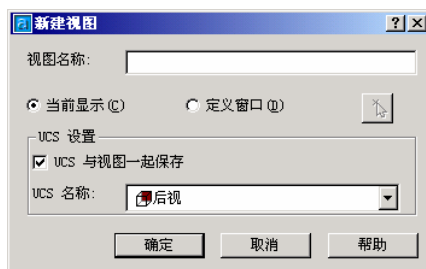

图 1-34 新建视图
③在视图列表中选择某个视图, 然后单击“置为当前”按钮, 可以恢复选定的视图。
④单击“新建”按钮, 在弹出的对话框中可以创建新的视图, 如图 1-34 所示。